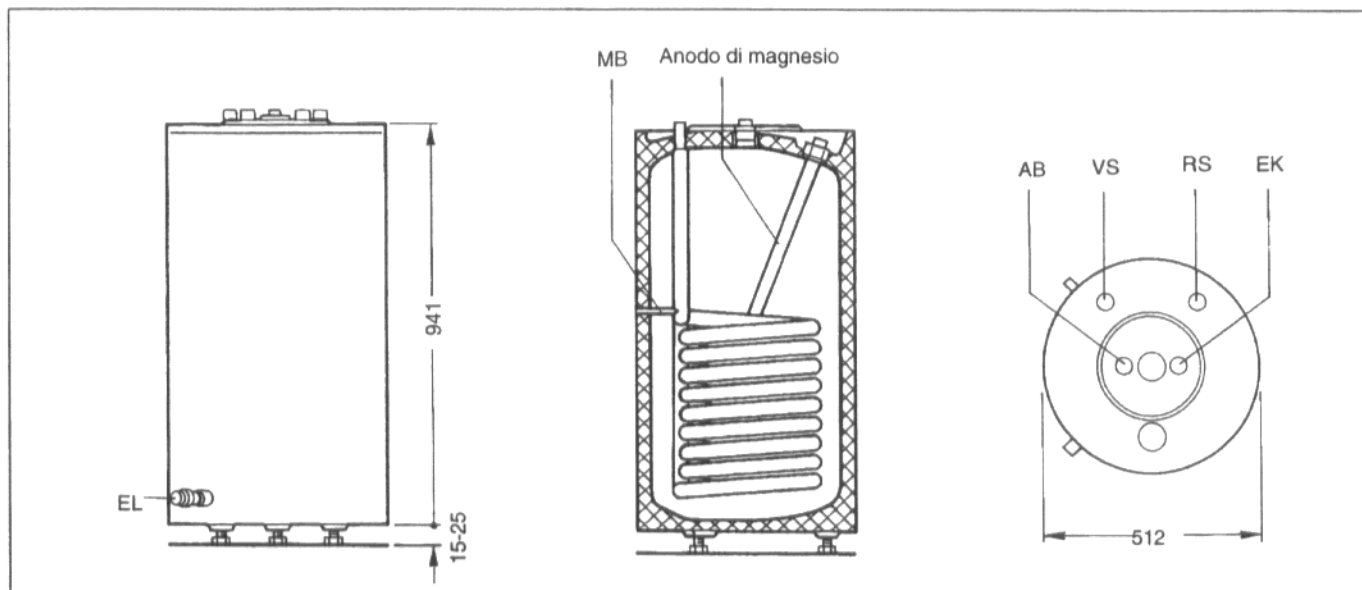

Fig. 1
- Chiudere l'alimentazione dell'acqua fredda (EK) ed aprire lo scarico dell'accumulatore (EL). Per la disaerazione, aprire un rubinetto di erogazione posto ad un'altezza maggiore (Fig. 1).